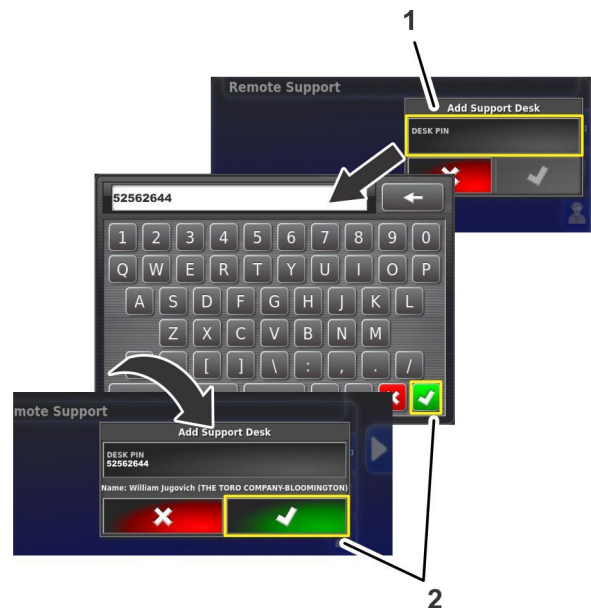

图 213
4. 按服务台 PIN 图标图 213。
5. 用显示屏键盘键入您在第 1 步记录的服务台 PIN 码然后按“确认”图标图 213。
6. 在“添加服务台”屏幕中按“确认”图标图 213。